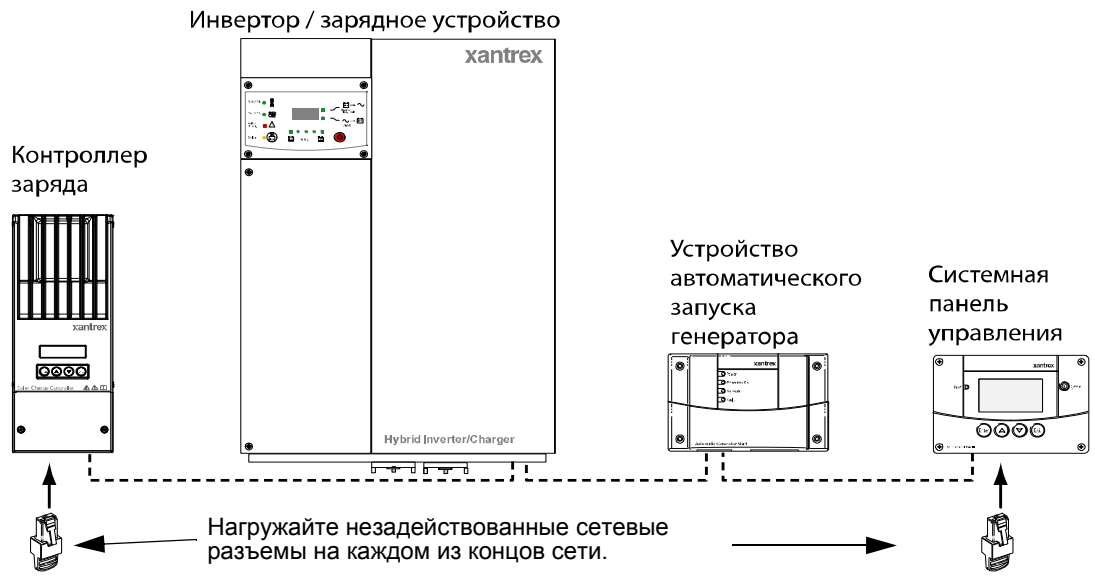

Рис. 2-7 Схема сети Xantrex
Каждое устройство сети соединено с кабелем Xaibus определенной длины, как показано на Рис. 2-7.
5. В открытые сетевые порты устройств с функцией Xanbus на каждом конце сети вставьте терминаторы. Смотрите Рис. 2-7.
Подключите кабели для синхронизации по переменному току по такой же последовательной схеме, что и сетевые кабели Xanbus (смотрите Рис. 2-7). Для гнезд синхронизации по переменному току терминатор не требуется.